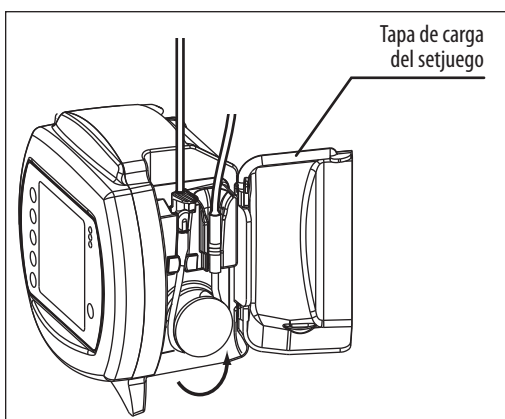

Figura 6B.
3. Sujete el extremo del retenedor MISTIC (anillo de retención negro) y enrolle el tubo en dirección opuesta a las manecillas del reloj alrededor del rotor. (Figura 6B)
4. Hala cuidadosamente del retenedor MISTIC hacia arriba, para colocarlo sobre la ranura de la derecha y luego coloque el retenedor en la ranura. (Figura 6B)